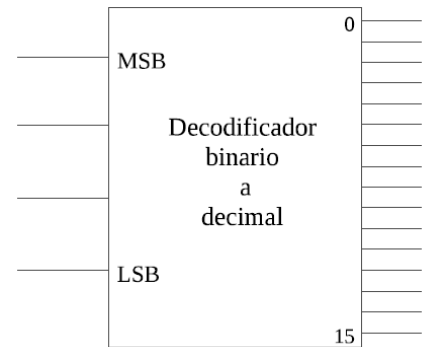

Figura 2
- c) Implementar o sistema utilizando o bloque decodificador binario a decimal de lóxica positiva xenérico (figura 2) e portas NOR de catro entradas.
- c) Implementar el sistema utilizando el bloque decodificador binario a decimal de lógica positiva genérico (figura 2) y puertas NOR de cuatro entradas.*